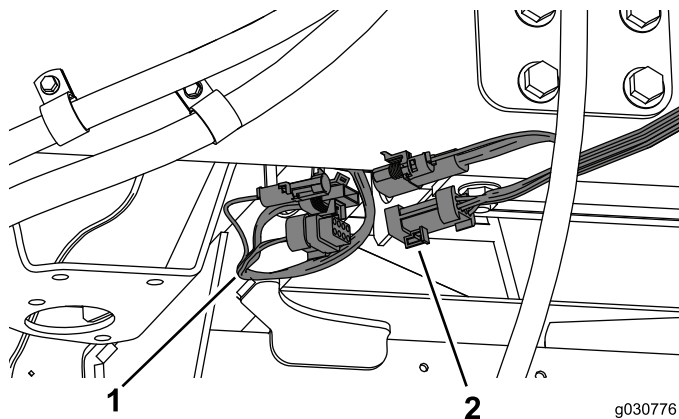

Figura 47
1. Collegate il cablaggio preassemblato proveniente dalla cabina al cablaggio preassemblato sul lato destro della macchina (Figura 47).